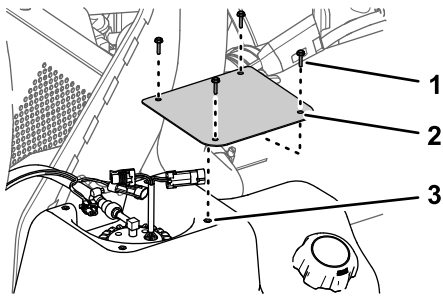

Bild 121
1. Befestigen Sie die Abdeckung mit den vier Schrauben (Nr. 10 x 3/4"), die Sie in Schritt 2 von Entfernen der Abdeckung der Kraftstoffpumpe (Seite 73) entfernt haben, am Tank (Bild 121).